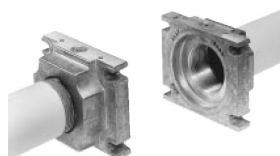

Fig. 7
- 3 Montare il MultiBloc fra le flange filettate (Fig. 7)